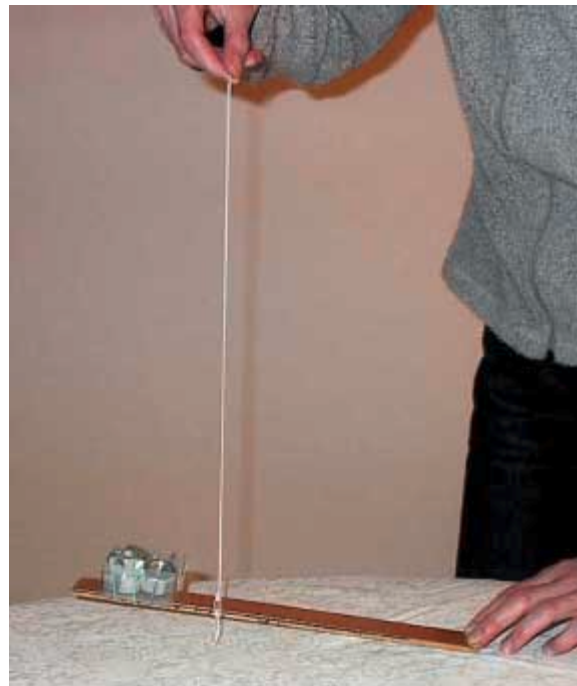

Figure 11. Perception directe ou mesure avec un élastique : l'influence de la position du point d'attache est perceptible.
– Comment résoudre le fait que la passerelle est trop légère ? On peut convenir de l'alourdir en plaçant dessus une boîte remplie d'écrous (ou tout autre objet approprié). La résolution de ces trois questions suffit pour aboutir à une expérimentation probante qui valide la solution consistant à attacher le fil le plus loin possible de l'axe. Néanmoins, l'enseignant peut engager un questionnement plus scientifique concernant la comparaison des forces : « Mesurer l'effort avec la main n'est pas très scientifique : peut-on trouver une meilleure méthode ? » La réponse nécessite en général une intervention du maître qui peut proposer l'utilisation d'un élastique de raideur suffisamment faible pour s'adapter aux forces en jeu. La méthode est illustrée en figure 11. Elle pourra être réinvestie à propos des plans inclinés si la classe s'y engage (voir la partie « Pour aller plus loin »).
Si l'activité de la séance 6 a été menée à son terme, les élèves disposent d'un moyen pour comparer des forces (figure 11). C'est bien sûr rudimentaire mais suffisant pour le but poursuivi. Il est possible de présenter rapidement les éléments du débat à l'aide d'un petit texte (à expliquer avec les élèves) et de quelques images.